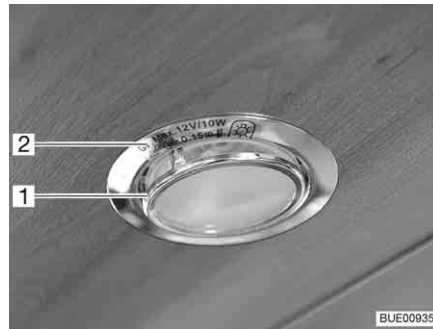

Fig. 122 Lampada alogena a incasso (piatta)
La lampada alogena a incasso (Fig. 122,2) è incassata nel diaframma.
- Estrarre l'anello di copertura interno con lastra di vetro (Fig. 122,1) con uno strumento adeguato (p. es. un cacciavite) dall'involucro.